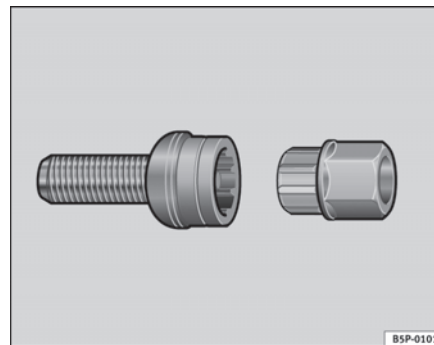

Fig. 152 Tyverisikrede
- Sæt adapteren helt ind i den tyverisikrede bolt ⇒ fig. 152.